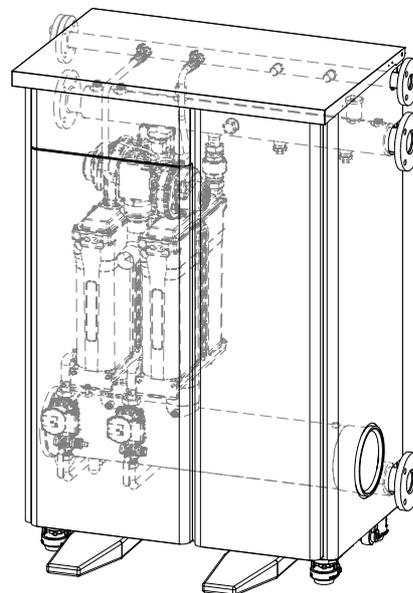

fig. 36
**NOTA:** Nei modelli 120 e 150, poiché i componenti interni sono decentrati, è necessario posizionare le forche in modo da garantire la massima stabilità del carico (vedi fig. 36).